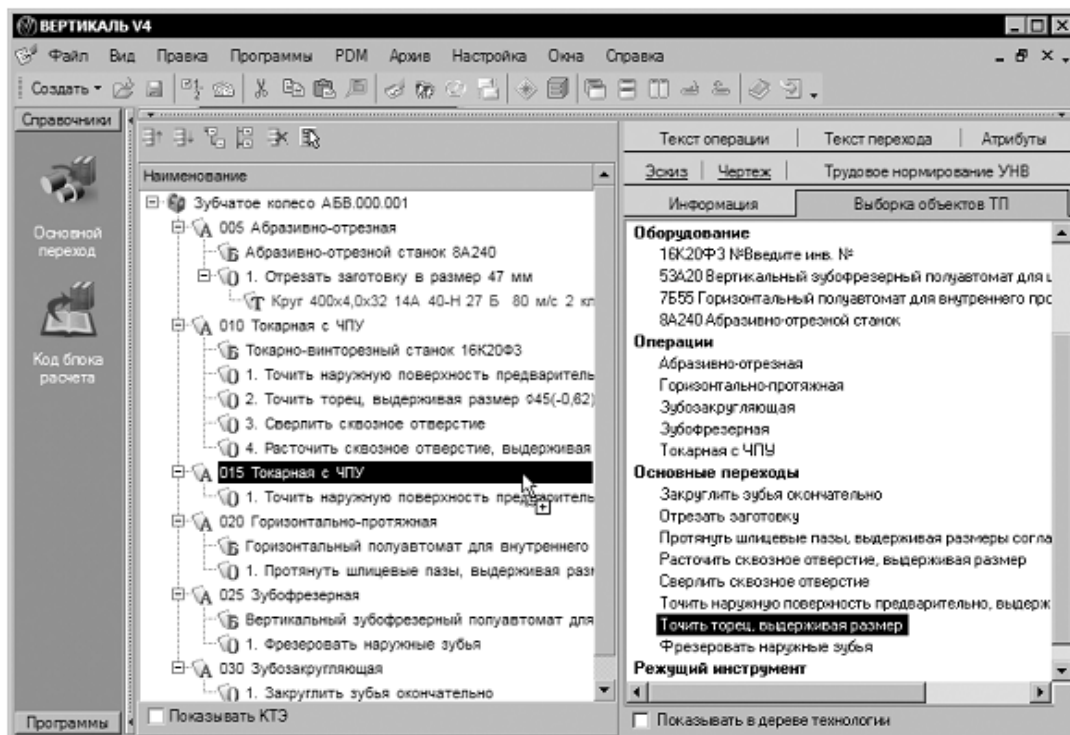

Рисунок 8.
18. Откройте вкладку Выборка объектов ТП (рис.8). Найдите в списке переход Точить торец в размер, щелкните на нем левой кнопкой мыши и, не отпуская её, перетащите переход на наименование операции 015 Токарная с ЧПУ.